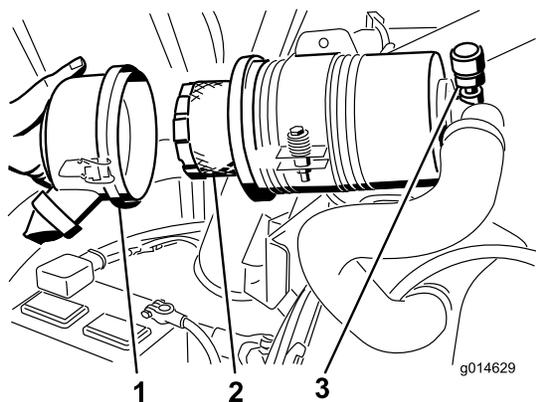

Figure 62
3. Déposez et remplacez le filtre (Figure 62).